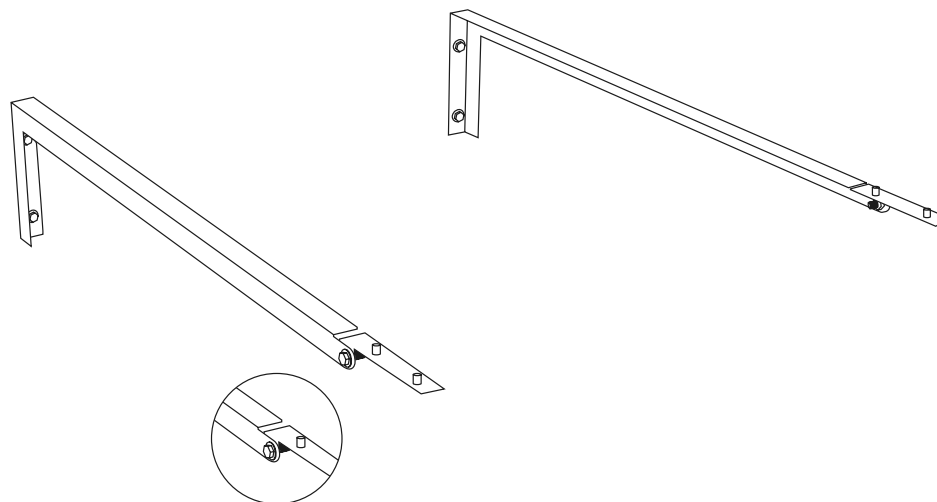

Рис. 1
2. Соедините кронштейн и поворотную планку с помощью болта и гайки (Рис. 1).